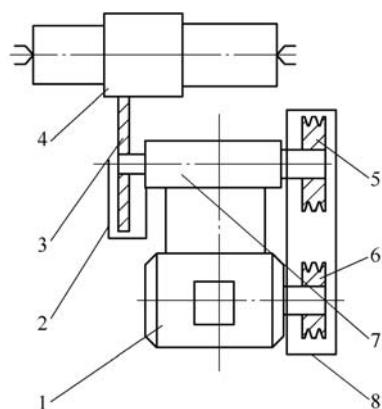

图 4
(1) 高速磨头加工原理：高速磨头装置由高速电动机和旋转小砂轮主轴组成，高速电动机带动小砂轮高速旋转，将整个装置安装在车床刀架上，对零件需加工表面进行磨削加工，从而降低工件表面粗糙度值，达到转轴的磨削加工要求。其磨削机理与砂轮磨削相同。
(2) 高速磨头加工的特点：
①高速磨头安装在车床上，可以使车床具有磨床的功能，可进行自动走刀，多次进给磨削等。②高速磨头的转速达5 000r/min，小砂轮的高速旋转速度可达10 000 r/min，可以使加工表面粗糙度值达到 $R_a=0.4\sim0.8\mu\text{m}$ 。③高速磨头加工时，可以多次进给，加工件的尺寸精度控制准确。④加工时需加磨削液，使加工面无烧伤。⑤设备简单，一次投入可重复使用，制造成本低、操作方便安全。⑥工件一次定位后，可完成转轴上的所有磨削加工。
(3) 高速磨头加工：图4所